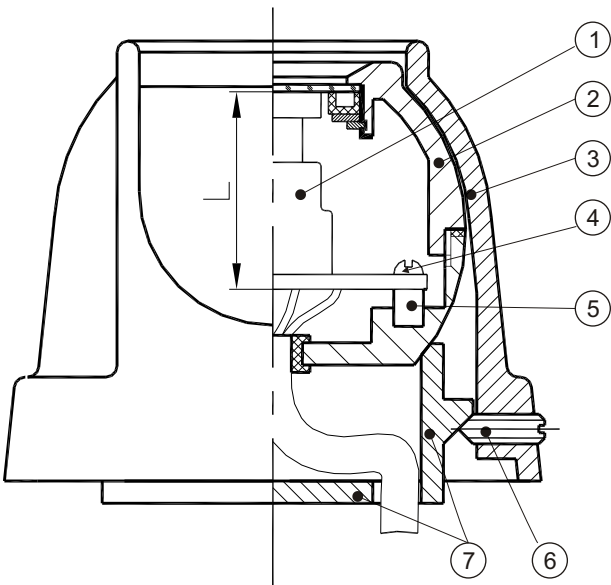

Рис. 1 Устройство гермокожуха
1. Подготовка гермокожуха к монтажу (рис.1).